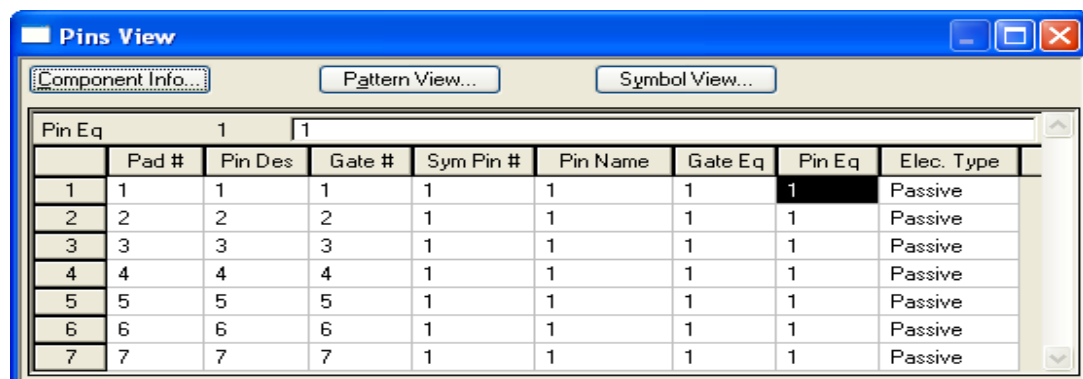

Рисунок 3.46 - Упаковочная информация электрического соединителя **ОН-КС-10**
- Ввести упаковочную информацию согласно таблице на рис. 3.46.